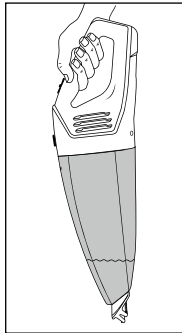

Abb. 3
① Hinweise zum Saugen von Flüssigkeiten
- ▶ Wenn Sie Flüssigkeiten aufgesaugt haben, tragen Sie das Gerät immer mit der Nasssaugdüse ① nach unten weisend (siehe Abb. 3):